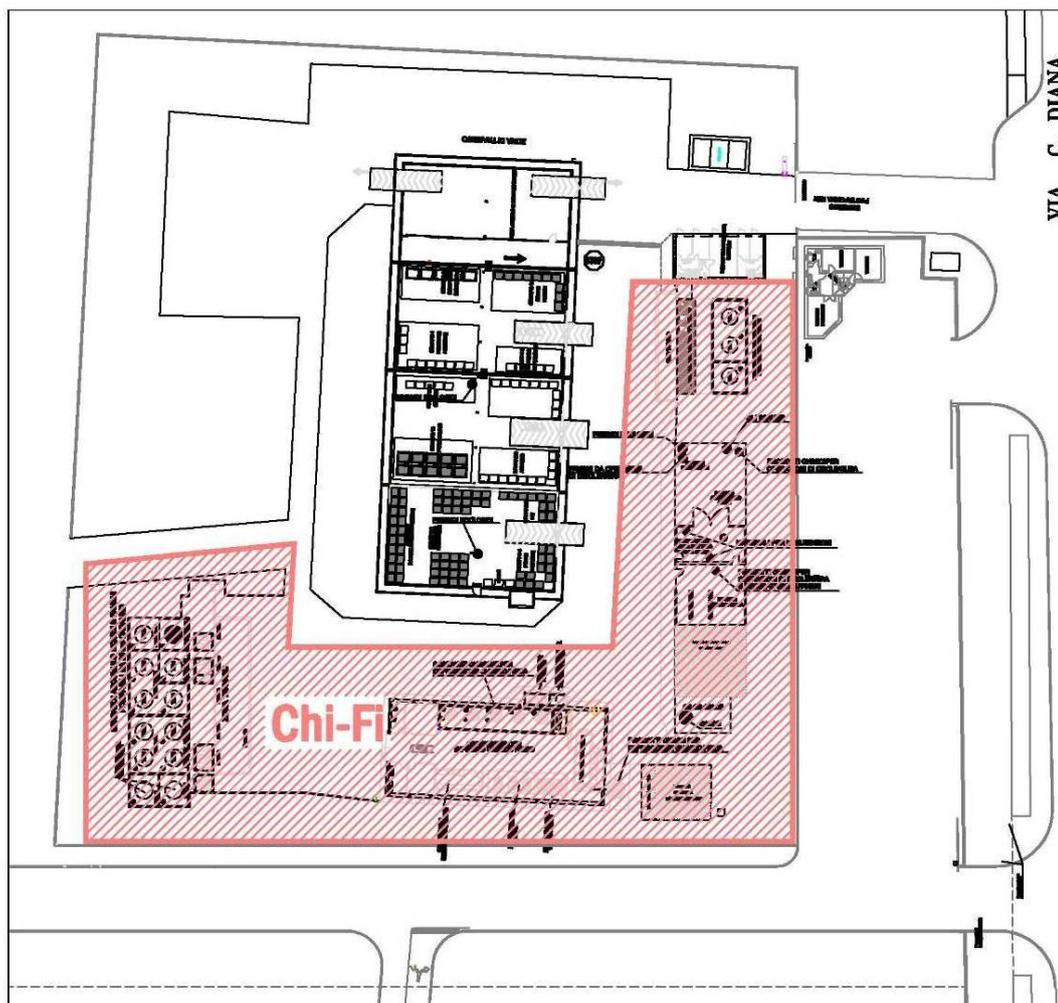

Figura 1 – Planimetria interna della Piattaforma HASI
- Accedere alle aree di pertinenza dell'ex impianto di trattamento chimico-fisico (Figura 1) e, più in generale, a tutte le zone per cui non si è stati autorizzati.
Di seguito si riporta un estratto planimetrico della Piattaforma HASI (Figura 1). Le zone tratteggiate in rosa rappresentano le aree di pertinenza dell'ex impianto di trattamento chimico-fisico dei rifiuti che sono da tempo fuori esercizio. L'accesso a tali aree è interdetto a tutto il personale, interno ed esterno, anche attraverso l'utilizzo di opportuna cartellonistica di divieto d'accesso ai non autorizzati.